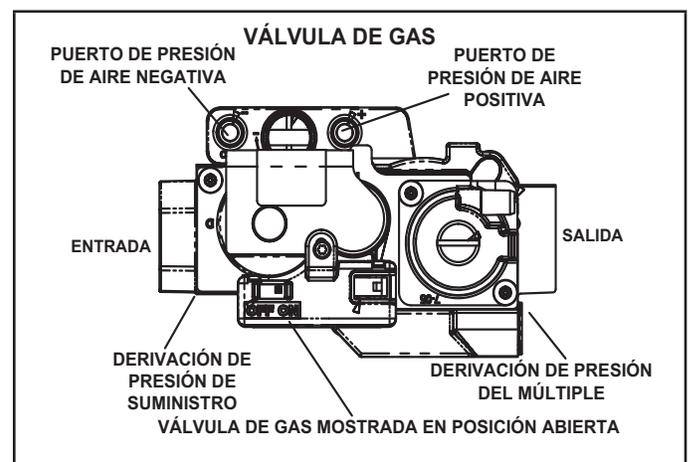

FIGURA 54
Operación de la válvula de gas (FIGURA 54)
- 6 - Mueva el interruptor de la válvula de gas a la posición OFF (Apagado). Ver FIGURA 54.
- 8 - Mueva el interruptor de la válvula de gas a la posición ON (ENCENDIDO). Ver FIGURA 54. No lo fuerce.